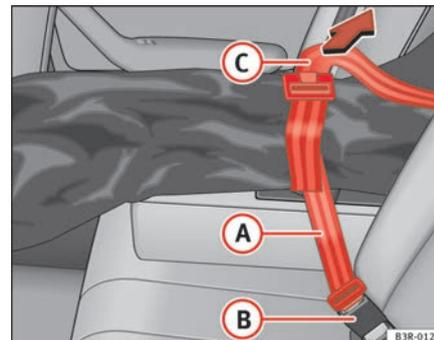

Fig. 129 Modo de asegurar el saco para objetos alargados en el cierre del cinturón
- Introduzca el cinturón  ⇒ página 159, fig. 129 del saco en el cierre del cinturón central .